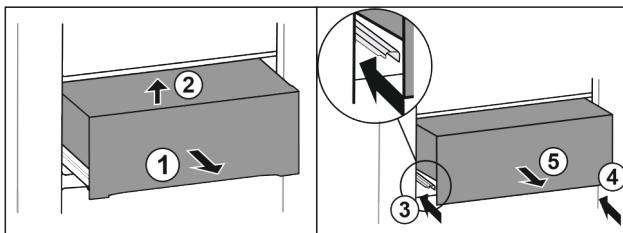

Fig. 36
- Вытяните выдвижной ящик наполовину. Fig. 36 (1)
- Приподнимите выдвижной ящик спереди. Fig. 36 (2)
- Вставьте левую направляющую. Fig. 36 (3)
- Вставьте правую направляющую. Fig. 36 (4)
- Извлеките выдвижной ящик движением вперед. Fig. 36 (5)